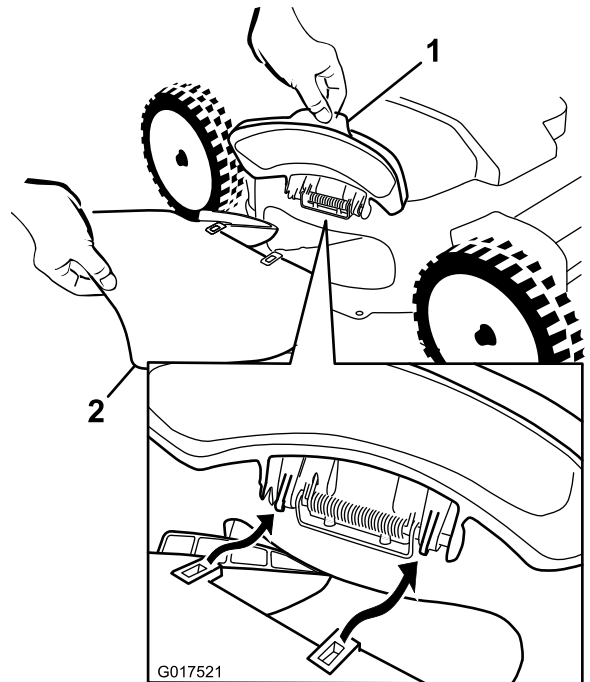
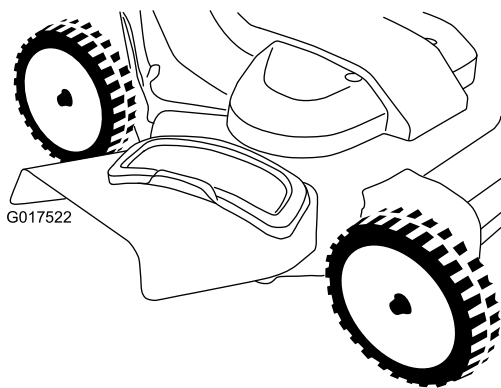

Figura 28
Figura 29
1. Erga a porta de descarga lateral aberta (Figura 28).
2. Instale a calha de descarga lateral como se mostra na Figura 28 e Figura 29; feche a porta na calha.